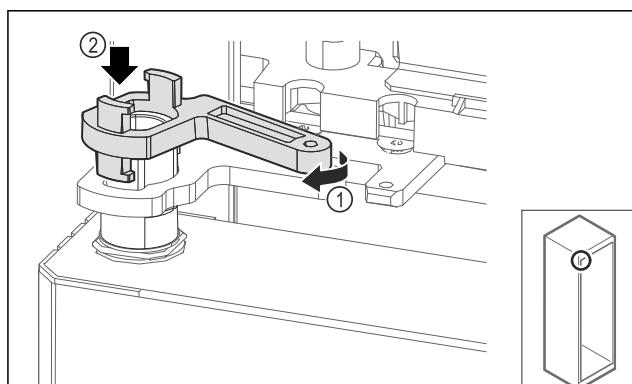

Fig. 70
- Слегка поверните фиксатор опорного кронштейна Fig. 70 (1) и насадите на втулку Fig. 70 (2).